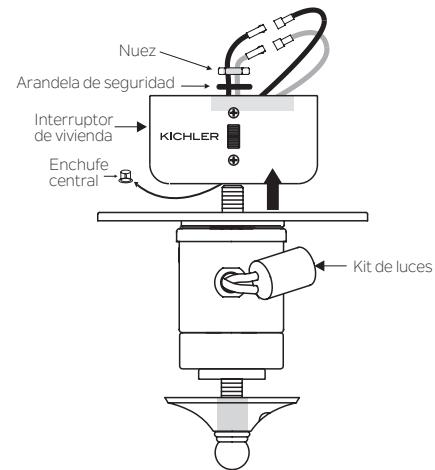

Figura 1
- 1) Retire y deseche el tapón central de la carcasa del interruptor. Conecte el kit de luz a la carcasa del interruptor pasando los cables del kit de luz (blanco y negro) a través del orificio de la carcasa del interruptor y luego atornílelo a la carcasa del interruptor con una tuerca y una arandela de seguridad. Asegúrese de que esté lo suficientemente apretado para evitar que el kit de luz vibre suelto. (Figura 1)